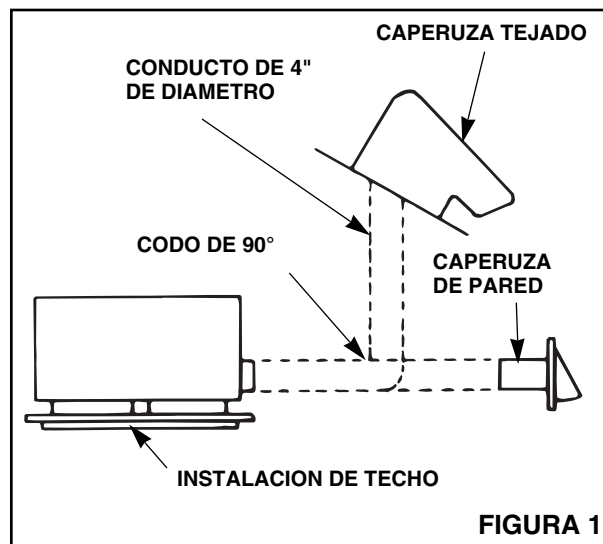
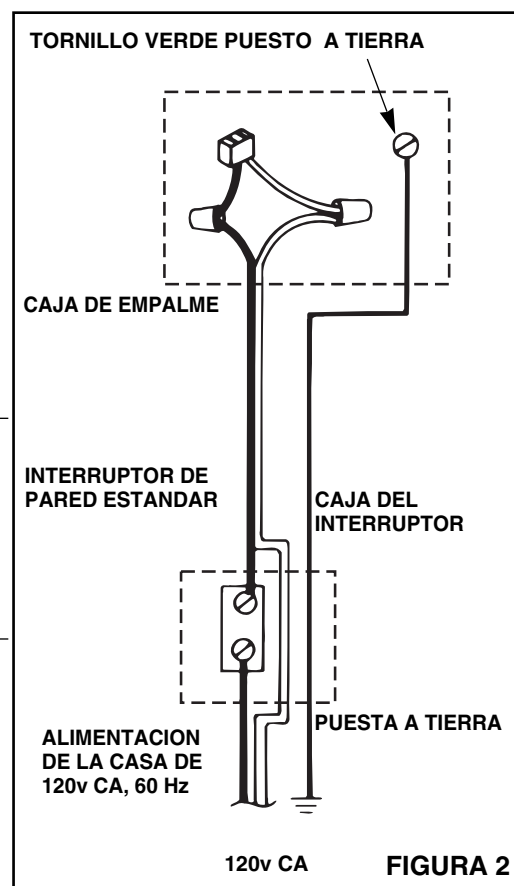

FIGURA 1
FIGURA 2
4. Refiérase a la Figura 1. Utilice un conducto redondo de 4" para descargar el ventilador hacia el exterior.
Refiérase a la Figura 2.
Refiérase a la Figura 2 para ver el cableado y a la Figura 1 para ver el conducto.